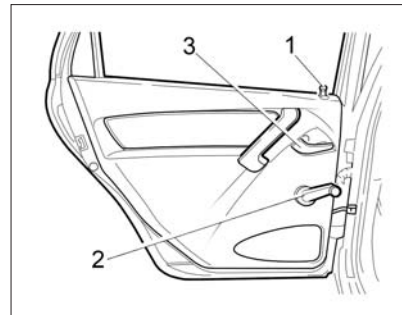

Рис. 7. Задняя дверь
**Задние двери** блокируются изнутри салона нажатием на кнопку блокировки 1 («утапливаем») (рис. 7) в двери как при открытой, так и при закрытой двери.